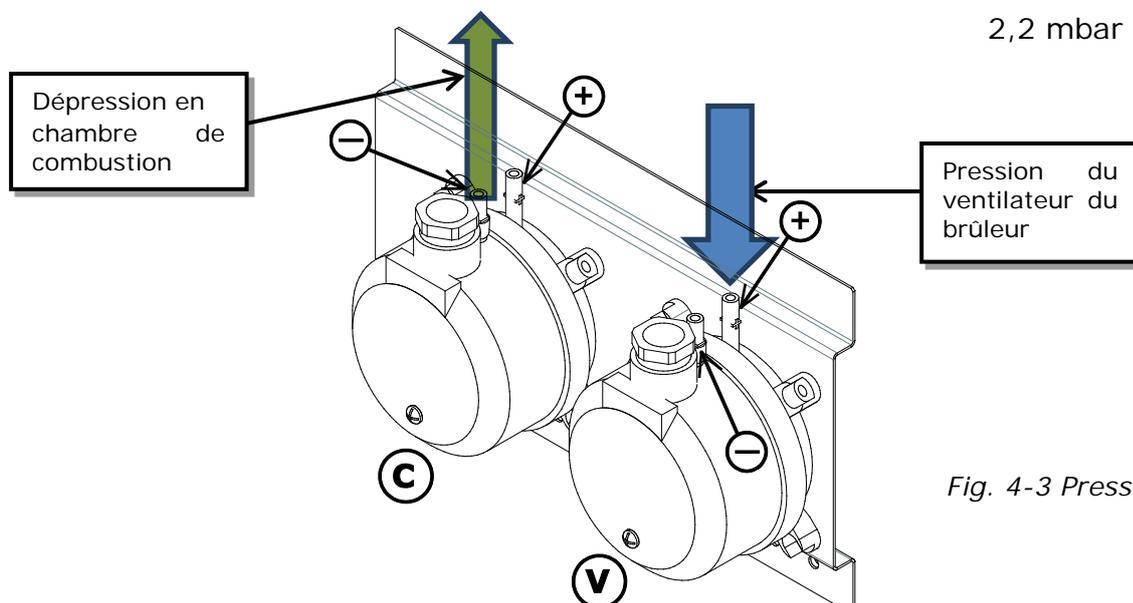
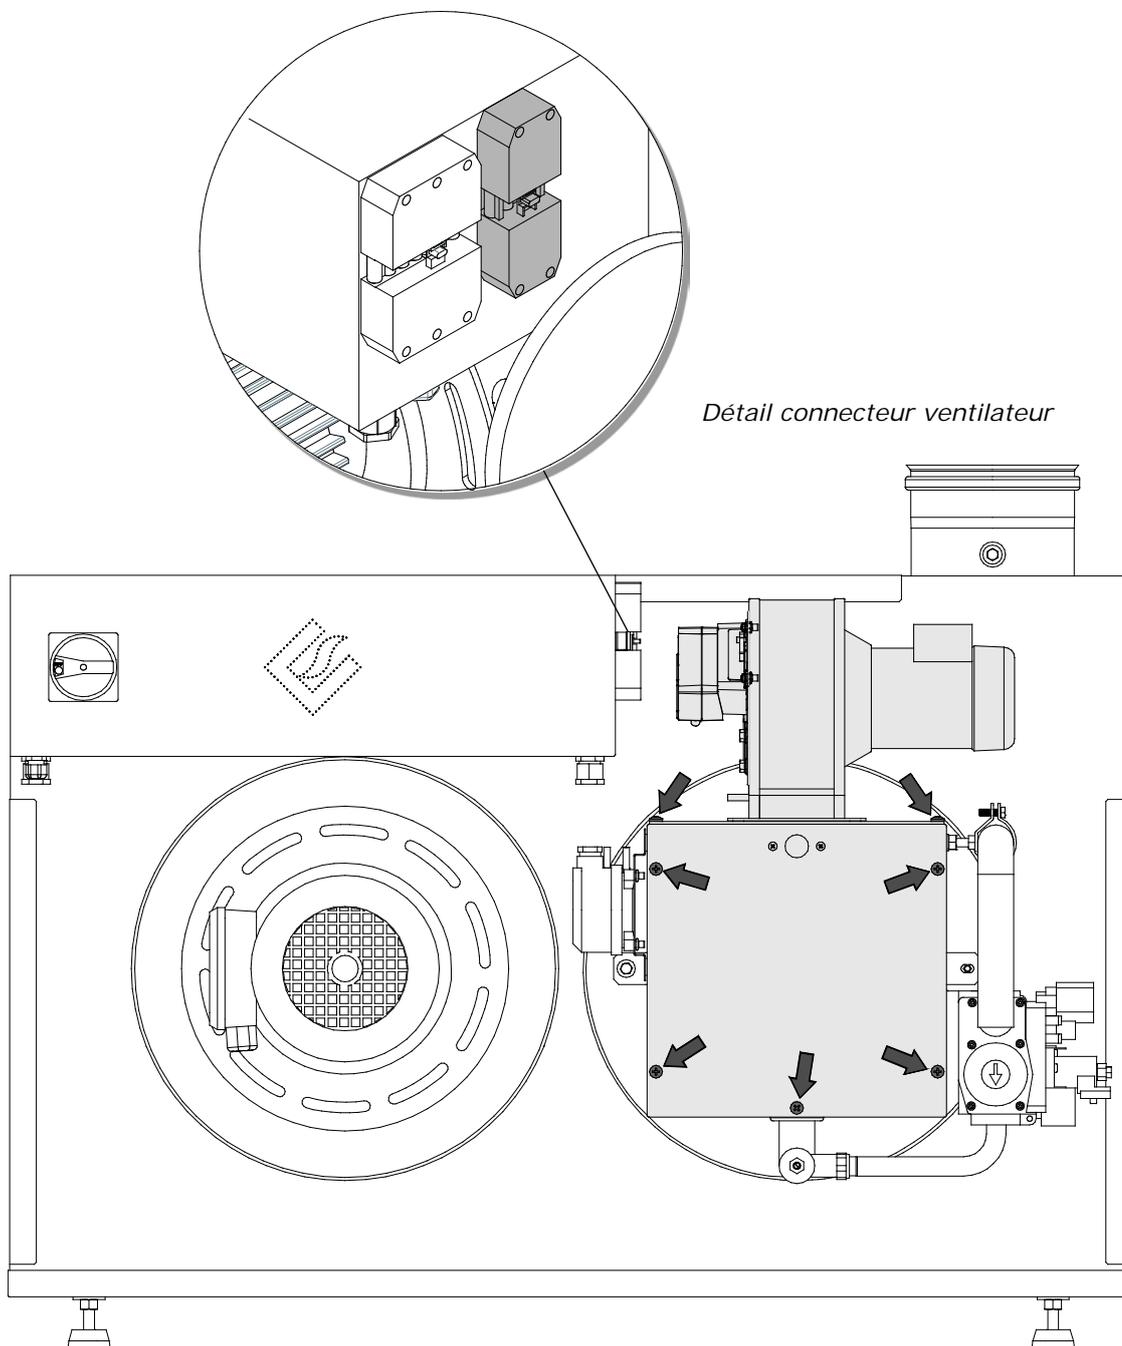

Fig. 4-3 Pressostats
Fig. 4-6 Capot brûleur
- 2) Après avoir ouvert la capote de l'unité de combustion, retirer le connecteur du ventilateur, le tube silicone du pressostat du ventilateur (pressostat "V", Fig. 4-3) et les deux fils du servomoteur du volet (côté volet) ôter les vis du capot brûleur selon les flèche de la Fig. 4-6 afin d'accéder au manifold de distribution gaz du brûleur.